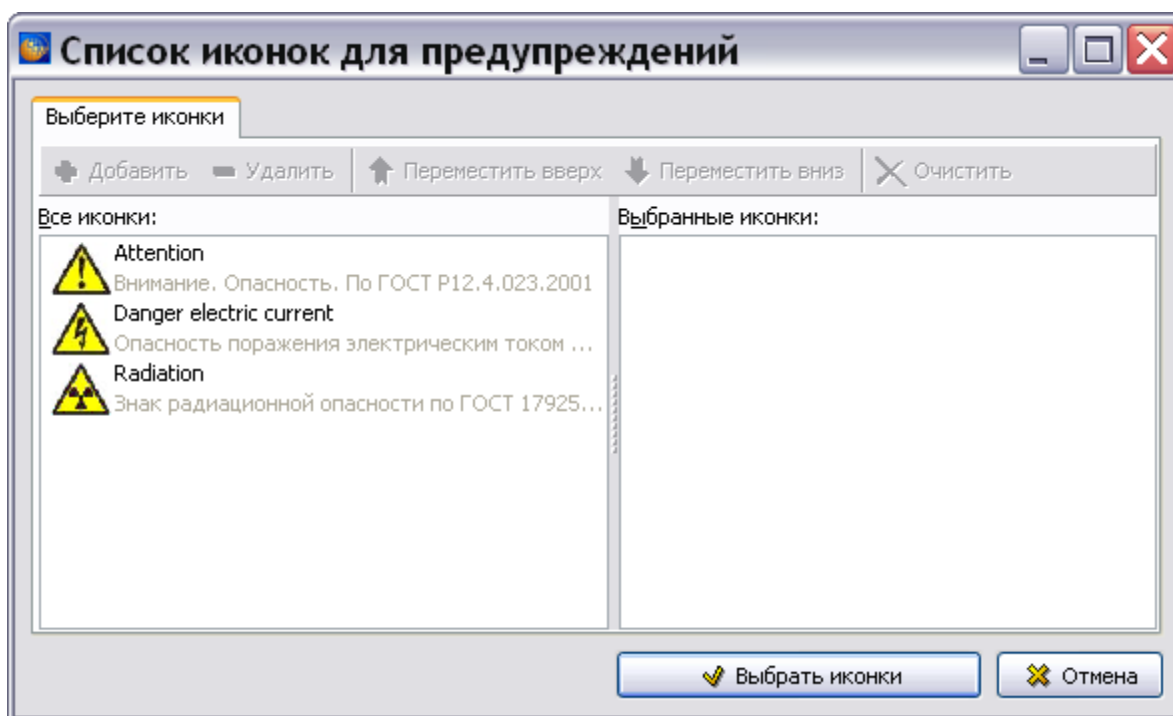

Рис. 7.34
1. В окне **Добавление записи** (или **Изменение записи**) нажмите на кнопку  **Выбрать иконки**. После этого откроется окно **Список иконок для предупреждений** (Рис. 7.34).